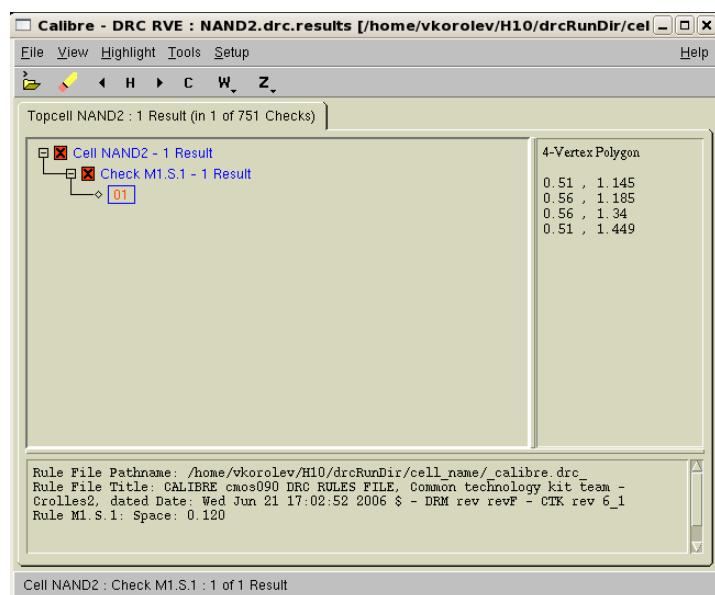

Рис. 8.9. Окно Calibre DRC RVE с результатами DRC-проверки.
9. После окончания проверки автоматически появится окно Calibre DRC RVE, в котором отобразятся результаты DRC-проверки (рис. 8.9).